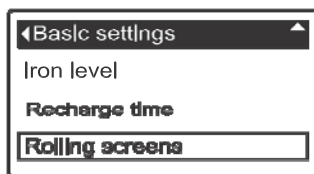

РИС. 40
3. Нажать кнопку ВЫБОР (O) для отображения меню **Базовые установки** (См. Рисунок 40).
7. Для отмены выбора экрана убедиться, что его название выделено в рамке. Затем нажать кнопку ВЫБРАТЬ (O). Черный квадратик исчезнет. При повторном нажатии ВЫБРАТЬ (O) черный квадратик снова появится и данный пункт можно снова выбрать. Необходимо выбрать/подсветить не меньше одного экрана.
8. После завершения выбора, выйти из этого меню нажатием кнопки ВЛЕВО (...). Дисплей вернется обратно в меню **Базовые установки** (Рисунок 40).